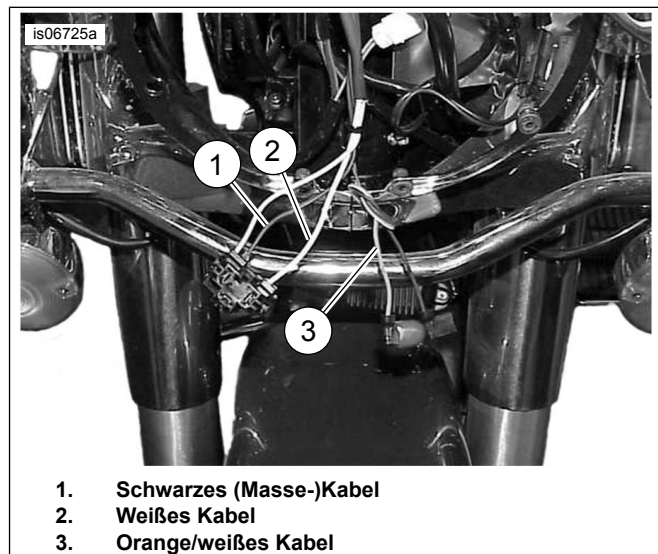

Abbildung 21. Kabel für den Senderanschluss (FLHR bis 2013)
- a. **FLHR Touring-Modelle bis 2013:** Siehe Abbildung 21. Die schwarzen (1) und weißen (2) Scheinwerferkabel im Topf durchschneiden. Dabei die Längen etwas versetzen, damit die Verspleißungen nicht nebeneinander liegen.